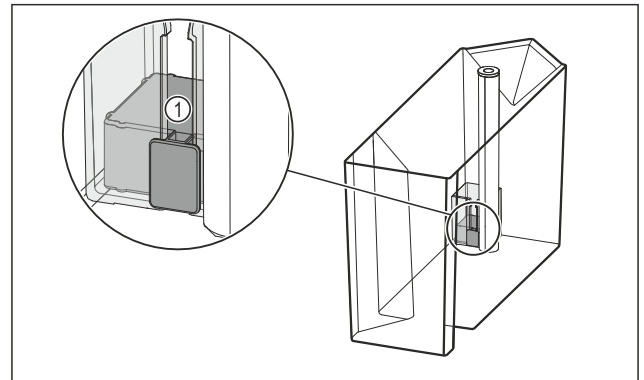

Fig. 98
- Controleer of de vlotter Fig. 98 (1) vastzit. Als de vlotter vastzit: